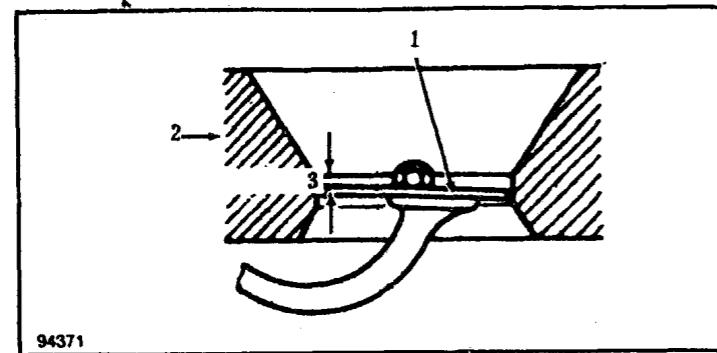

图1-4 检查气流传感器片调整情况
1) 关闭发动机，气流传感器片的上端应该处在气流锥形道下端的3.0-22毫米的地方。参见图1-4。